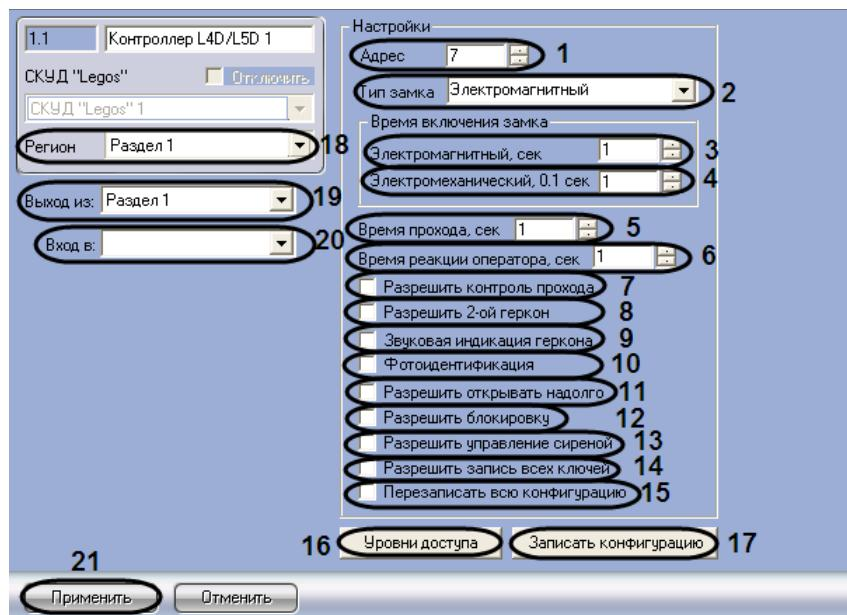

Рис. 3.3—24. Настройка контроллера L4D/L5D
2. В поле **Адрес** ввести с помощью кнопок **вверх-вниз** адрес контроллера L4D/L5D в десятичной системе счисления (см. Рис. 3.3—24, 1).
3. Из раскрывающегося списка **Тип замка** выбрать тип используемого замка – электромагнитный или электромеханический (см. Рис. 3.3—24, 2).